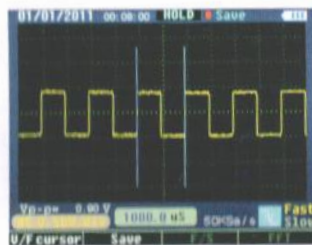

Рис. 2-11-2
- Курсор шкалы времени: отображается в виде вертикальной линии на экране, результат измерения параметра выводится в нижней части экрана, см. рис. 2-11-2.